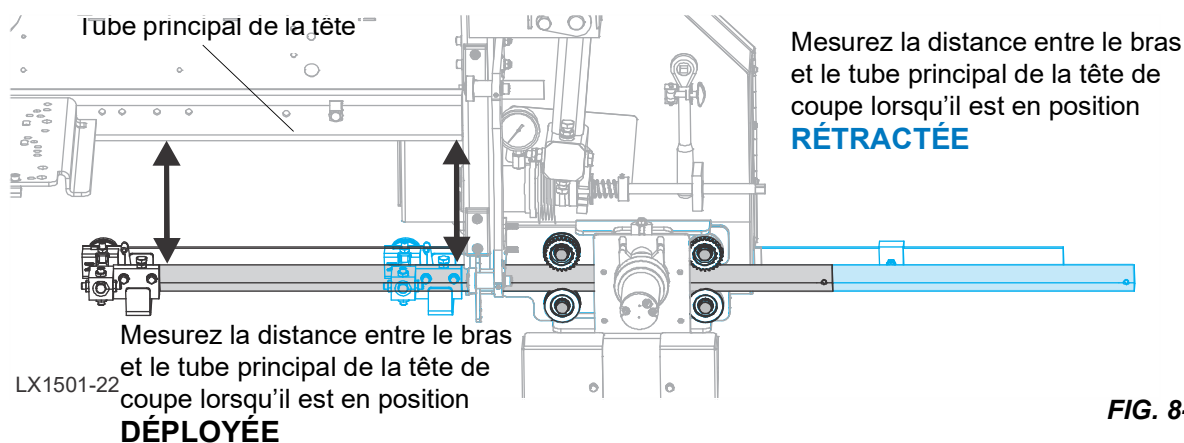

FIG. 8-1
4. Réglez le bras guide-lame à 13 mm (1/2") de la position complètement rétractée (position bleue/droite sur la Figure 8-1).
5. Mesurez la distance entre le tube principal de la tête de coupe et le bras guide-lame. Voir Figure 8-1.
7. Mesurez la distance entre le tube principal de la tête de coupe et le bras guide-lame. Voir Figure 8-1.
9. Déployez complètement le bras guide-lame. Voir Figure 8-1.